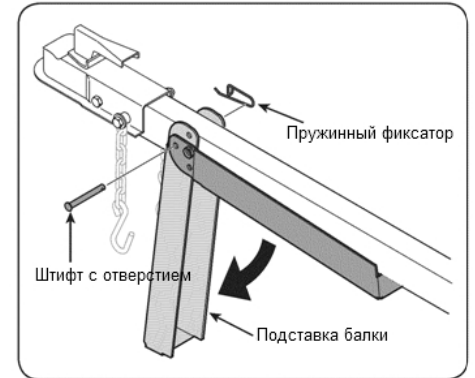

Рис. 1
7. Извлеките пружинный фиксатор и штифт с отверстием из подставки на балке и затем поверните подставку на землю в рабочее положение. См. Рисунок 1.
8. Закрепите подставку балки данным в положении при помощи штифта и фиксатора. См. Рисунок 1.